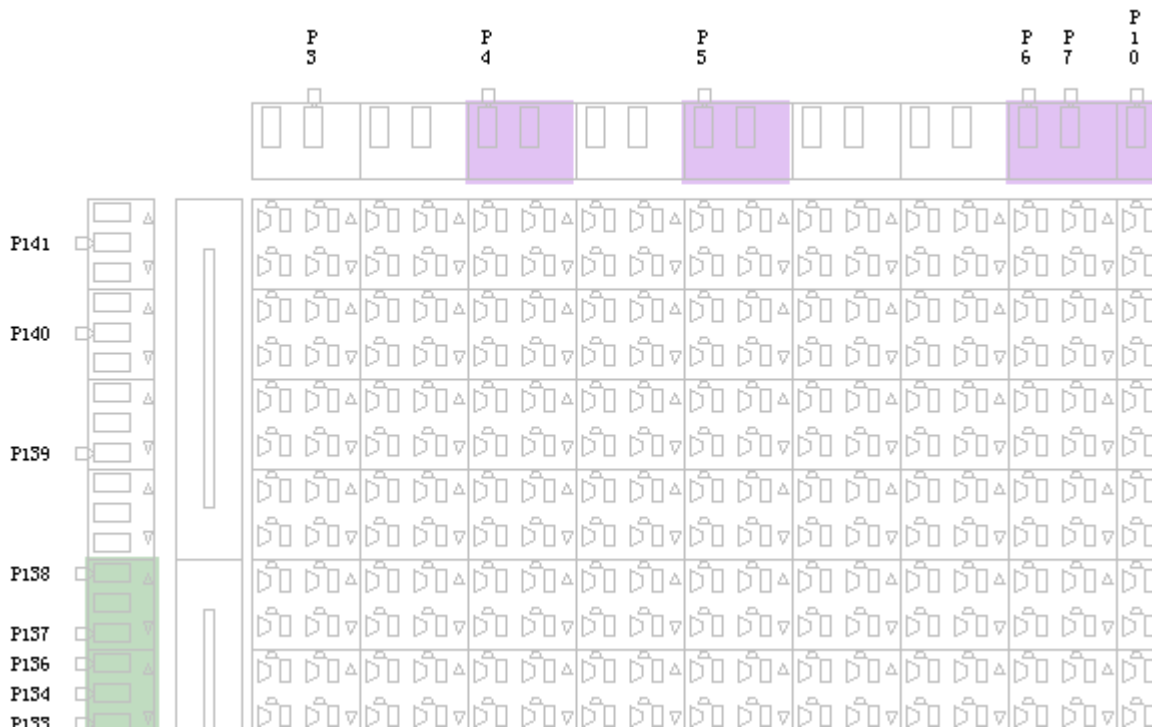

图 10-1-13 选定的 FPGA 内部资源图
- 7、在 Floorplanner 主界面中，点击  将图放大到足够大，这时候就可以看到我们所选取的 FPGA 的内部资源图，如图 10-1-13 所示，下面我们所要进行的工作是将各个模块进行布局，类似于电路板